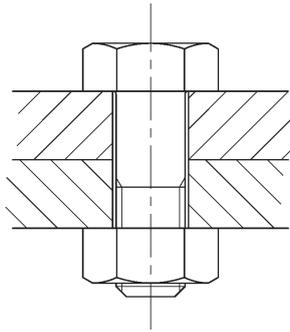

図1
- 2-1 図1に示す様に、2枚の鋼板がボルト・ナットで、軸力 $F_0 = 30 \text{ kN}$ で締結されている。